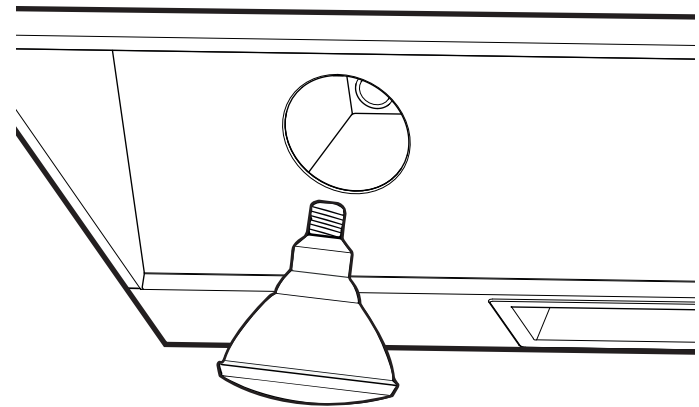

Figura 33: Reemplazo de las lámparas infrarrojas
- Gire la bombilla en el sentido de las agujas del reloj para instalarla (Figura 33).